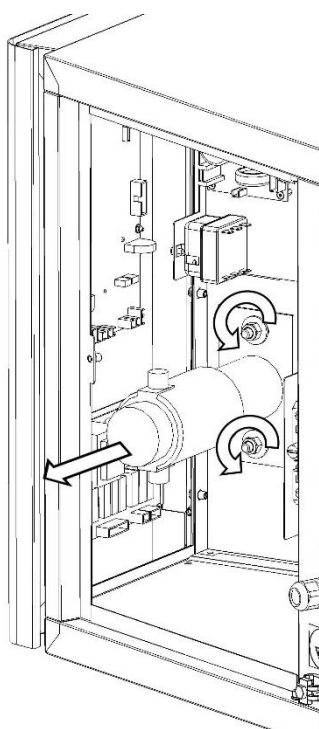

Fig.14B
- 5.Desatornillar las tuercas de fijación del soporte, desmontar el motor y sustituirlo (Fig.14B).